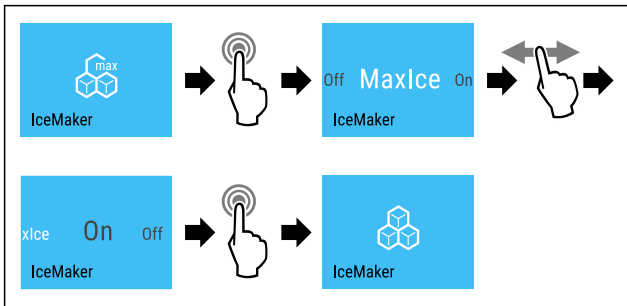

Fig. 22
- ▶ Изпълнете стъпките (виж Fig. 22) .